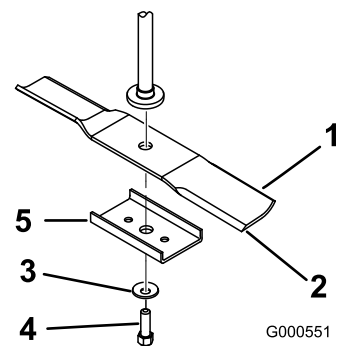

Figura 47
2. Retire a cavilha da lâmina, a anilha curva, esticador de lâmina e lâmina do eixo (Figura 47).
1. Instale a lâmina no veio (Figura 47).
2. Instale um esticador de lâmina, a anilha curva (lado oval virado para a lâmina) e o parafuso da lâmina (Figura 47).